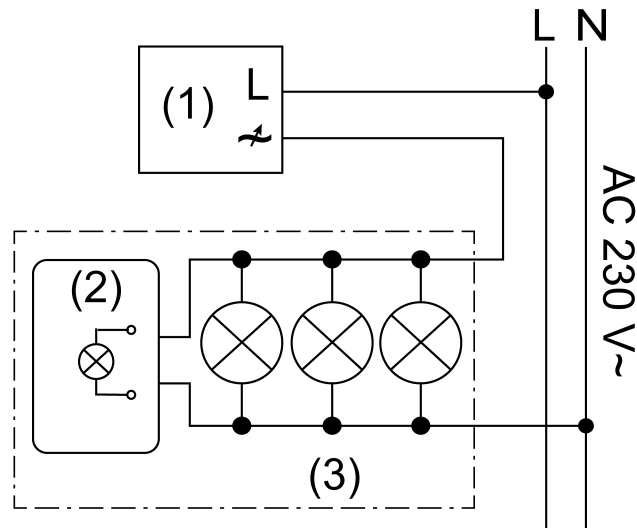
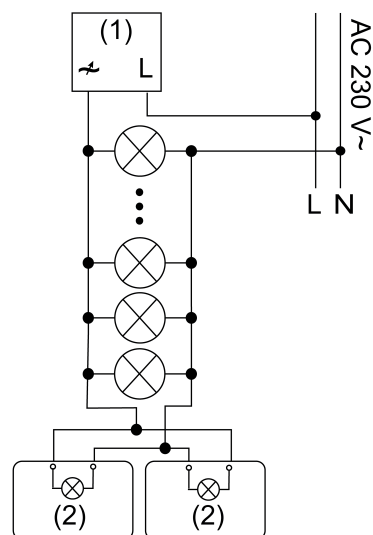

Bild 1
Bild 2: Anschlussbeispiel im Leuchtengehäuse
- (1) Dimmer im Phasenabschnitt-Betrieb
- (2) Modul
- (3) Leuchte mit HV-LED-Lampe
- Modul parallel zur HV-LED-Lampe an Neutralleiter und gedimmte Phase anschließen, (Bild 1) Anschlussbeispiel im Leuchtengehäuse, (Bild 2) Anschlussbeispiel mit zwei Modulen.